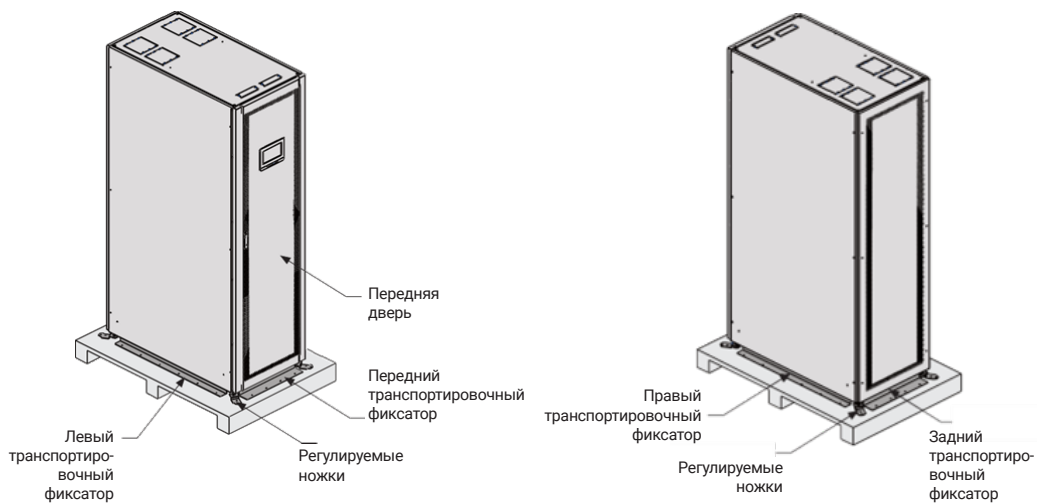

Рис. 4-2. Демонтаж транспортировочных фиксаторов
4. Выкрутите четыре болта, крепящие передний транспортировочный фиксатор к шкафу, и четыре болта, крепящие фиксатор к поддону (см. Рис. 4-2). Снимите передний транспортировочный фиксатор. Сохраните транспортировочные фиксаторы и крепеж для возможного последующего использования.
7. Выкрутите четыре болта, крепящие задний транспортировочный фиксатор к шкафу, и четыре болта, крепящие фиксатор к поддону (см. Рис. 4-2). Снимите задний транспортировочный фиксатор. Сохраните транспортировочные фиксаторы и крепеж для возможного последующего использования.